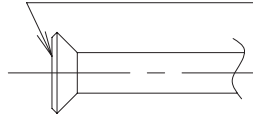

Fig. 11
- Au moment d'effectuer le branchement évasé, enduire la surface intérieure évasée avec de l'huile d'éther ou d'ester. (**Reportez-vous à la Fig. 11**) Serrez ensuite l'écrou d'évasement à 3 ou 4 reprises avec votre main et vissez l'écrou.